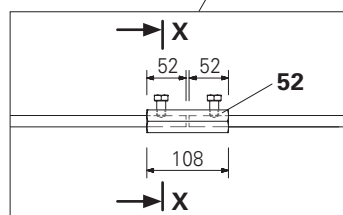

Fig. A7.04b
- Le viti di fissaggio M12 x 20 delle prolunghie delle barre di ancoraggio sono serrate? (Fig. A7.04b + c)